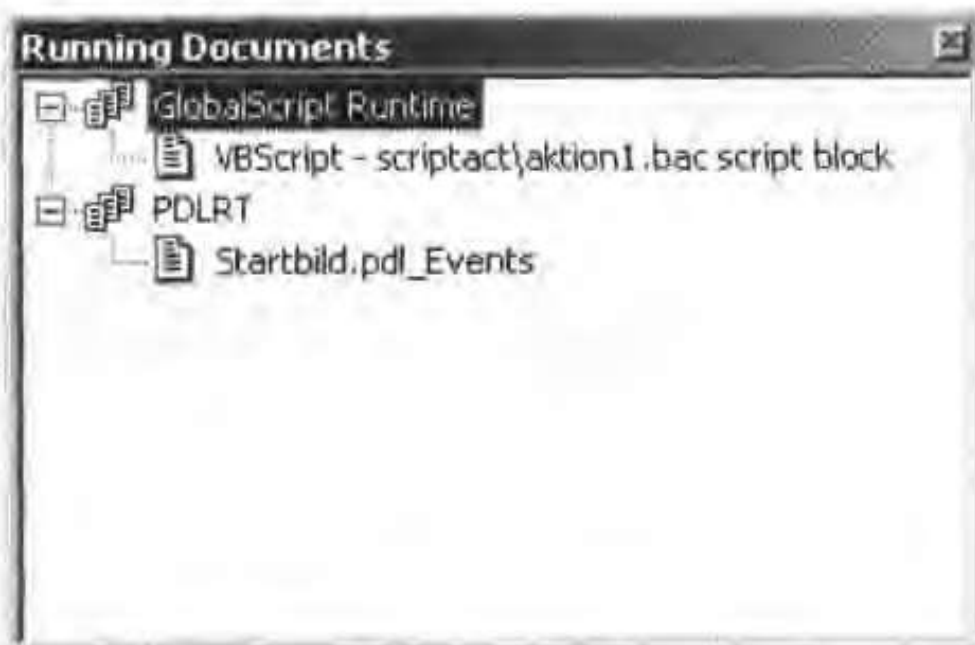

图 10-32 选择调试脚本
- 单击 View>Running Documents, 从运行文档窗口中选择要调试的脚本, 如图 10-32 所示。